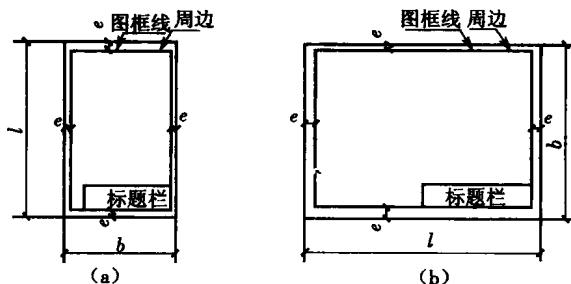
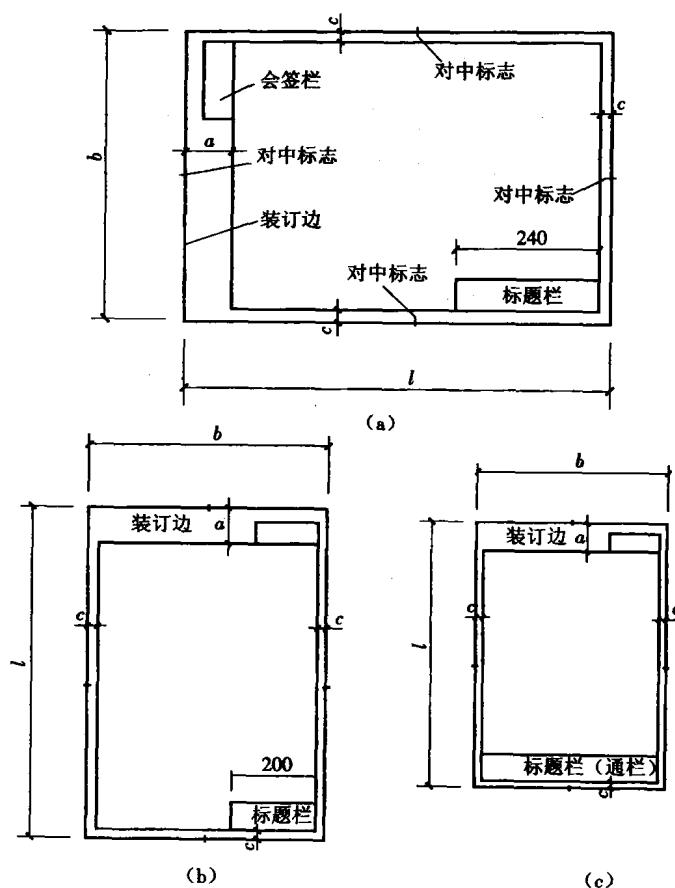

图 1-14 不留装订边的图框格式
图 1-15 留装订边的图框格式
(1) 不留装订边的图纸,图框格式如图 1-14 所示。宽度 e 值可以查表 1-1。
(2) 留有装订边的图纸,图框格式如图 1-15 所示。宽度 a 和 c 值可以查表 1-1。
每张图样必须绘制标题栏,其位置一般在图纸的右下角,如图 1-14 和图 1-15 所示。标题栏的文字方向应该为读图方向。